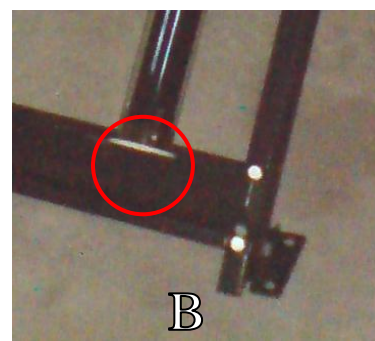

Рис. 3. Уплотнительные элементы вакуумной трубки, где
- установите трубки в соответствующие отверстия бака. Для этого, мыльным раствором намойте полый конец трубки, наденьте уплотнительную резинку (рис.3а) и аккуратным движением, слегка проворачивая трубку, вставьте ее в посадочное место на глубину около 15-20 см., при этом следите, чтобы уплотнительное кольцо не деформировалось или не провалилось внутрь бака. Затем установите на опорной плоскости трубок поддерживающий колпачок (рис.3б) и, как бы вытягивая трубку из бака, плотно посадите ее конец в колпачок (рис.3в);